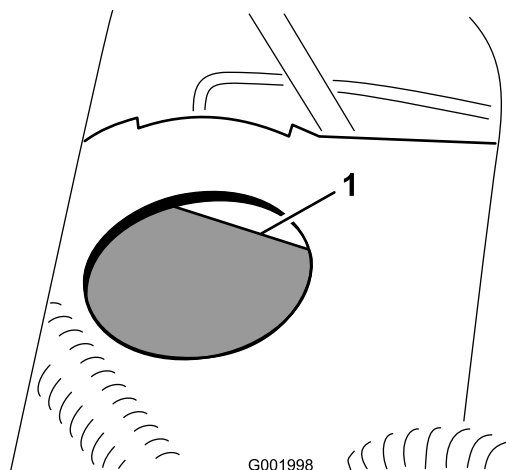

図 61
2. タンクの FULL マークまでオイルが入っているのを確認する(図 61)。